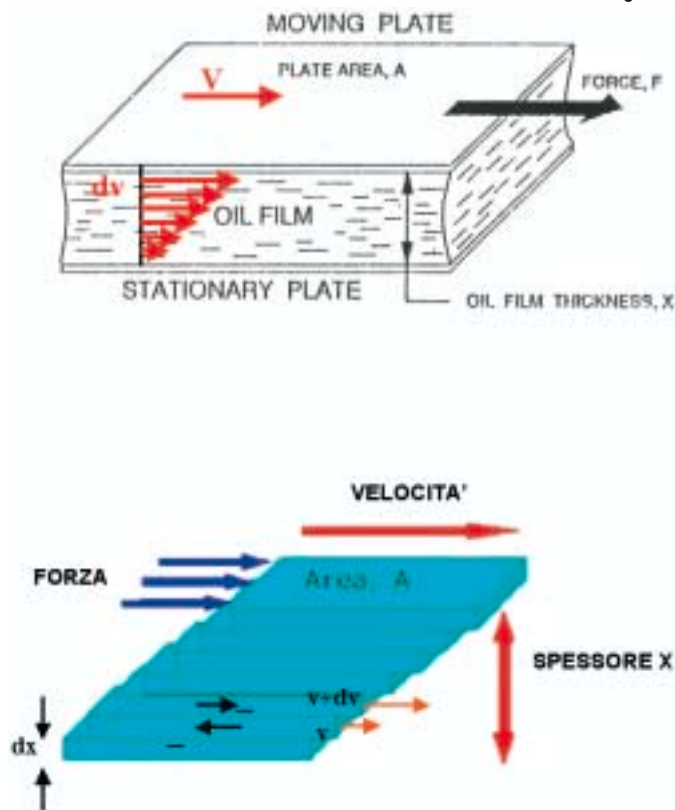

Figura 1, le grandezze in gioco nella definizione della viscosità.
Una rigorosa definizione di viscosità è possibile a partire, ad esempio, dalla figura 1, nella quale sono schematizzati due lamierini paralleli, divisi da uno strato d'olio. Il lamierino in alto viene posto in movimento da una forza (F) e portato ad una velocità costante. Possiamo misurare l'area (A) e la velocità (V) della piastra in movimento, lo spessore del film d'olio fra le due piastre (X).
La misura della viscosità dinamica viene fatta nella realtà con uno strumento concettualmente simile allo schema di figura 1, ma con le piastre di sezione circolare, in pratica due cilindri coassiali. Al di là di ciò, appare ovvio che la viscosità dinamica risulta indipendente dalla densità del fluido.